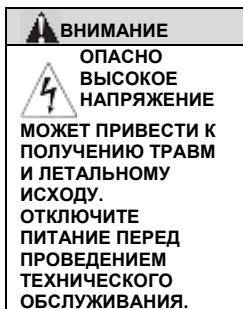

РИСУНОК 9-17.
7. С помощью острогубцев извлеките фитинг входа воздуха из стороны воздушного насоса. См. рисунок 9-17.